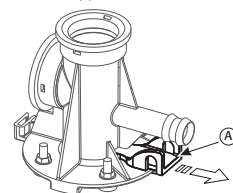

Рис. 9.е
- включите механическое устройство под бачком (см. часть А, Рис. 9.е).